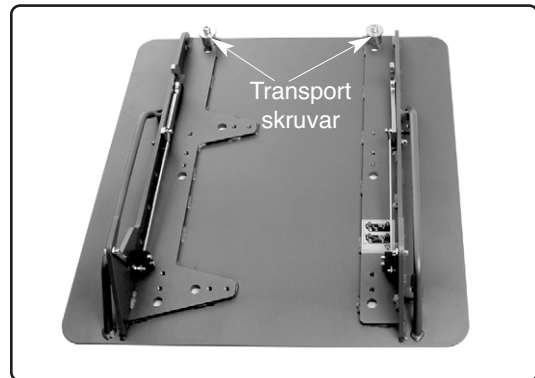

Bild 1.
1. Demontera transportskrubarna M10x40 för att lossa pluncharna från plattan. Bild 1.